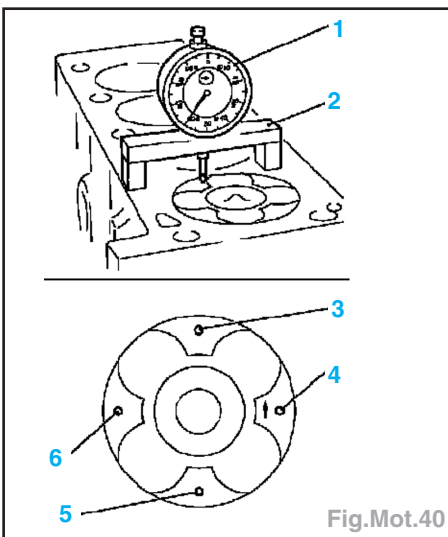

Fig.Mot.40
- Placer le pont de mesure (outil réf KM-301) (2) sur la face d'étanchéité du bloc-cylindre (Fig.Mot.40). Placer le comparateur (outil réf MKM-571-B) (1) dans le pont de mesure sous précontrainte.